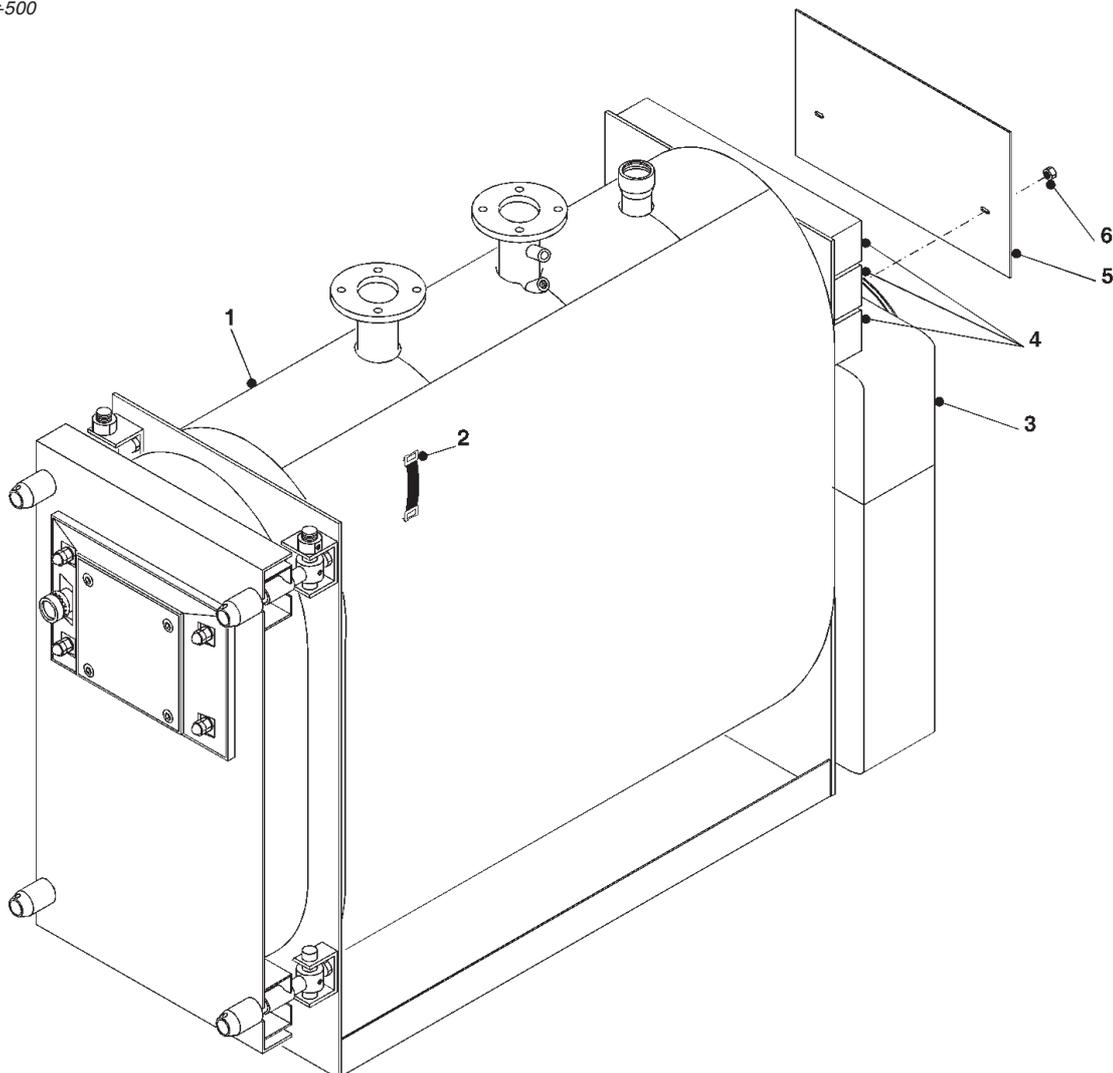

fig. 7
- Strisce di lana di vetro con tessuto (pos. 4)(fig. 7).
- Pannello di contenimento (pos.5)(fig.7).
- Isolamento della camera fumo (pos. 3)(fig. 7).
- Strisce di lana di vetro con tessuto (pos. 4)(fig.7).
- A) Montare l'isolamento (pos. 1)(fig. 7) del corpo caldaia e fissare i 2 lembi di giunzione con le mollette elastiche (pos. 2 fornite nella scatola accessori) agganciandole alla parte esterna in tessuto dell'isolamento.
- B) Montare l'isolamento (pos. 3)(fig. 7) attorno alla camera fumo.
- C) Inserire le strisce di isolamento (pos. 4) (fig. 7) tra i rinforzi della piastra tubiera posteriore; queste strisce saranno tenute in posizione dal pannello di lamiera (pos. 5).
- Strisce di lana di vetro con tessuto (pos. 4 fig. 7).
- Pannello di contenimento (pos.5)(fig. 7).
- Isolamento della camera fumo (pos. 3 fig. 7).
- Strisce di lana di vetro con tessuto (pos. 4 fig.7).
- Pannello di contenimento (pos.5 fig.7).